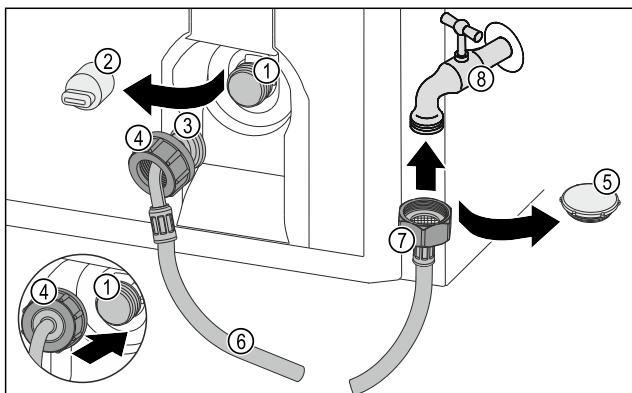

Fig. 32
- ▶ 移除密封盖 Fig. 32 (5)。
- ▶ 将软管直头 Fig. 32 (7) 装在水龙头 Fig. 32 (8) 上。
- ▶ 顺时针拧紧软管直头 Fig. 32 (7) 上的螺母。